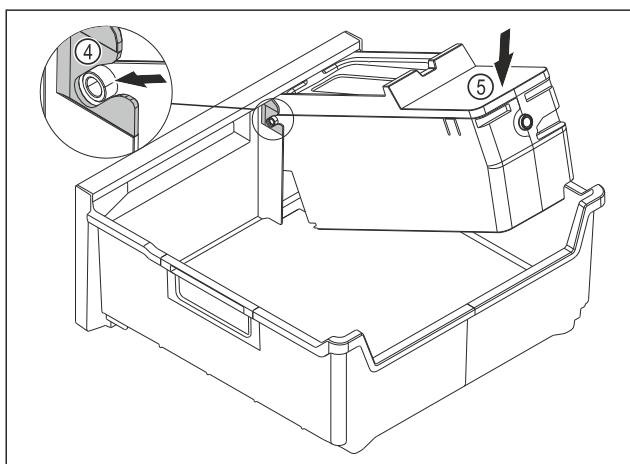

Fig. 95
- Monter hoveddelen til EasyTwist-Ice: Sett akselen til hoveddelen til EasyTwist-Ice inn i skinnene Fig. 95 (4).
- Trykk hoveddelen til EasyTwist-Ice Fig. 95 (5) bakover.